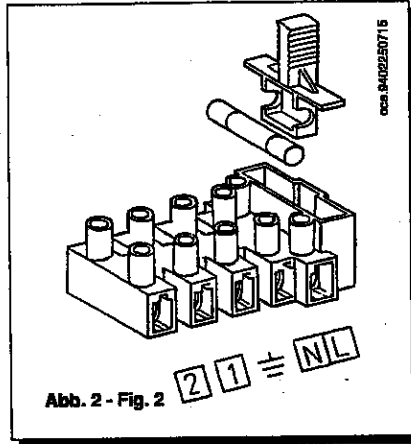

Abb. 2 - Fig. 2
- das Speiseklemmenbrett (Abb. 2), wie im vorhergehenden Kapitel beschrieben, erreichen;
- die Brücke auf den Klemmen (1) und (2) entfernen;